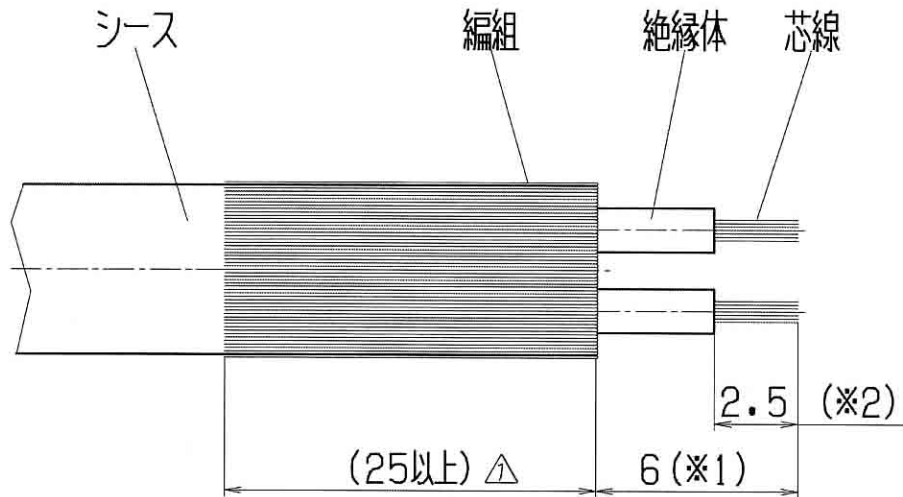

図5 ケーブル端末処理寸法（単位：mm）
- ③ 絶縁体を図5（※1）の寸法にて切断する。⚠
- ④ 絶縁体を図5（※2）の寸法にて剥く。⚠